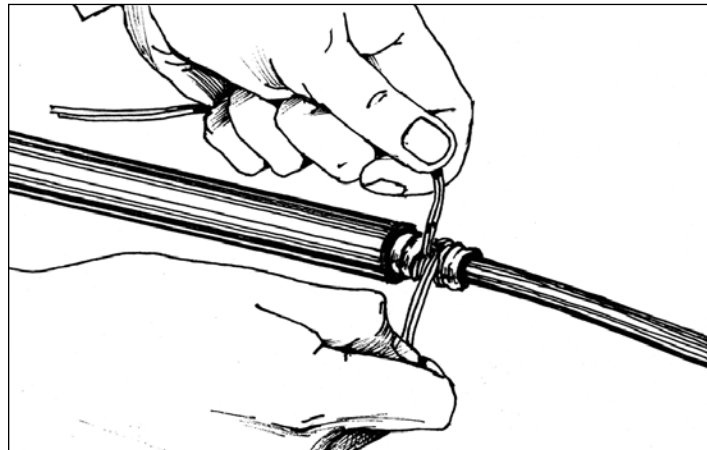

Рис. 3.3. Обмотка проволочного бандажа лентой 88Т
**3.1.3.** Поверх проволочного бандажа, на всем участке стальной гофрированной оболочки наматывают с 50 % - м перекрытием два слоя ленты 88Т (Рис. 3.3).